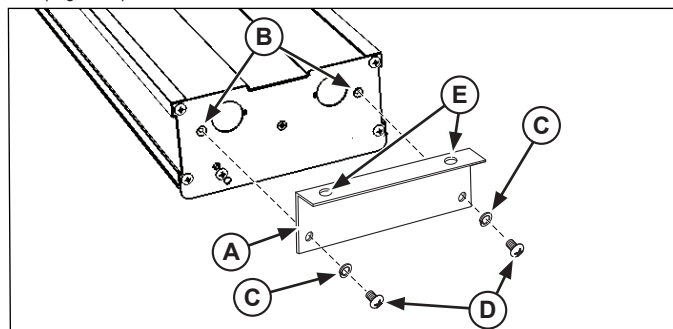

Figure 2. Installation des supports de fixation superposée.
2. Fixez le support de fixation superposée (A) aux trous de fixation (B) à l'aide des rondelles d'arrêt (C) et des vis (D). Reprenez à l'autre extrémité. (Figure 2).